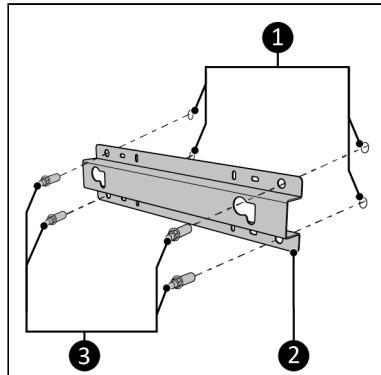

Figure 113.
- Umiestnite nástennú konzolu (Figure 113, poz. 2) k stene a označte štyri otvory (Figure 113, poz. 1). Dbajte na to, aby bola konzola umiestnená vo zvislej polohe (pozrite si štítok „Touto stranou nahor“ na konzole).
- Pripojte nástennú konzolu k stene pomocou štyroch matíc (Figure 113, poz. 3).